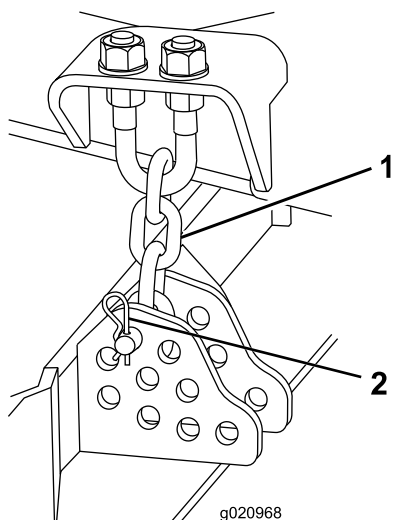

Figura 17
9. Retire el pasador de horquilla y el pasador que fijan las cadenas de ajuste de la altura de corte a la parte trasera de la carcassas de corte (Figura 17).